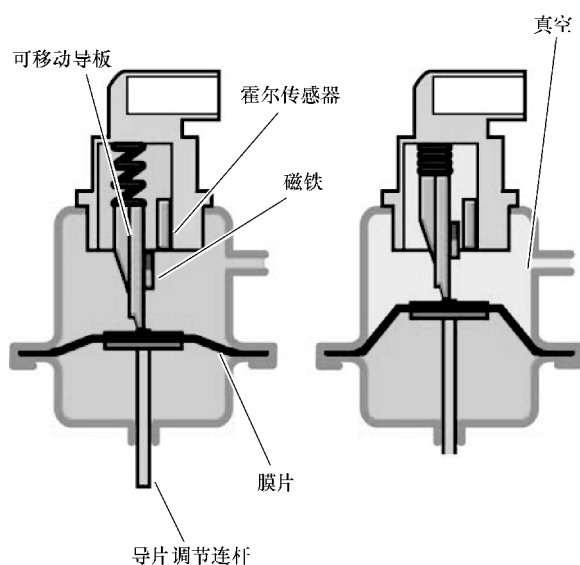

图 4-155 增压压力调节位置传感器的结构
(2) 结构与功用 位置传感器通过一个带磁铁的可移动导板，对真空单元中的膜片位移变化进行控制。若膜片随导片的调节而移动，磁铁移动时会经过一个霍尔传感器，如图 4-155 所示。根据磁场强度的变化，传感器电子部件可检测到膜片的位置以及导片的位置。